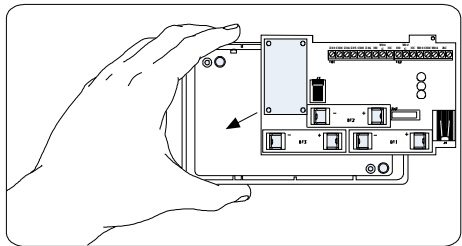

Figure 3 : Retrait du PCB
- Retirez le PCB (Figure 3) et percez les trous pour permettre l'insertion des câbles électriques (1, Figure 4), ainsi que celui du système d'autoprotection à l'arrachement (2, Figure 4).